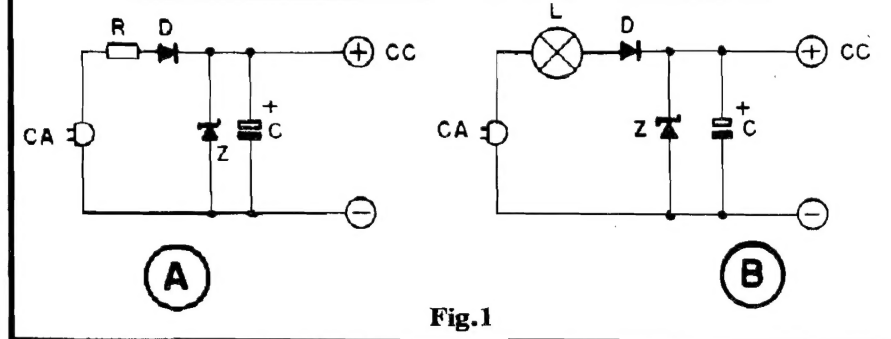

Fig. 1
- A fig. 1-A mostra a estrutura convencional de uma Fonte sem transformador, baseada em Resistor/redutor: a "coisa" é muito simples (e o Hobbysta atento já deve ter "presenciado" arranjos do gênero em várias montagens elementares publicadas aqui mesmo, em APE, e em outras Revistas do ramo...): o Resistor R "segura" grande parte da Corrente, limitando-a a níveis aceitáveis para os demais componentes; o Diodo D retifica, o Zener Z estabiliza e o Capacitor C filtra e "armaze-
- Até aí, tudo bem... Se quisermos implementar o arranjo com uma lâmpada (conforme fig. 1-B) temos que saber: o valor ôhmico da dita lâmpada e a sua dissipação... Esse último requisito é de simples resolução, já que a "wattagem" das lâmpadas incandescentes comuns é **justamente** o parâmetro que vem nitidamente inscrito nas ditas cujas! Mas como saber a sua Resistência...? É fácil, também... Basta utilizar uma outra formuleta derivada da velha Lei de Ohm e dos cálculos básicos de Potência elétrica:
A título de "lembança", notem que se "enfileirarmos", em série, duas lampadinhas (dessa de botar no "Santo Antonio"...) de 5W - 110V, teremos um "Resistor" de 4.840R x 5W, que - a propósito - servirá para o "lugar de R", nos exemplos dados e diagramados na fig. 1 (para uma Fonte com Saída de 12V x 0,02A)! Um resultado também bastante próximo e conveniente poderá ser obtido - em outra opção - com **uma** lâmpada de 10W - 220V (façam os cálculos e comprovem...)!